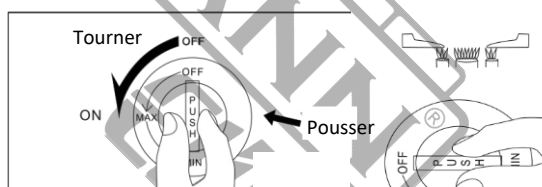

Fig. 15
a. Ouvrez le robinet de gaz principal. Enfoncez le bouton de réglage du gaz et tournez-le vers la position MAX (tourner à gauche) jusqu'à ce que vous entendiez le dé clic. Assurez-vous que le brûleur a été allumé (Fig. 15) dans cette position, le double brûleur allumera à la fois le petit et le grand brûleur. Pour utiliser uniquement le petit brûleur, relâchez le bouton de réglage du gaz et tournez-le davantage vers la position MIN. (Fig. 16)